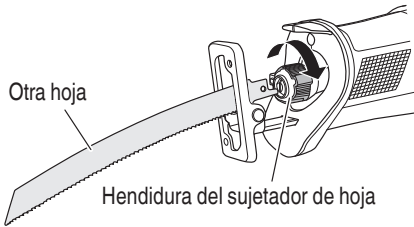

Fig. 10
- (1) Si una parte de la hoja de sierra rota sobresale de la hendidura del sujetador de hoja, saque la parte saliente y extraiga la hoja.
- (2) Si la hoja de sierra rota está oculta en el interior de la hendidura, enganche la hoja rota con la punta de otra hoja de sierra y extraígalas. (Fig. 10)